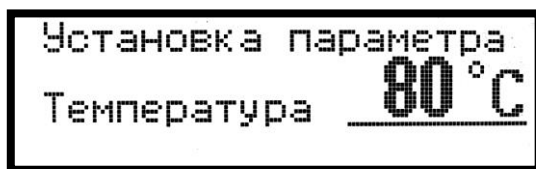

Рисунок 6 – Вид дисплея в состоянии задания температуры нагрева
2.4.2.2 Для установки температуры нагрева вращают энкодер по часовой стрелке до тех пор, пока не начнет мигать индикатор режима установки температуры . Нажатием на энкодер подтверждают свой выбор, после чего перестанет мигать и загорится постоянно индикатор режима установки температуры, а индикатор исходного состояния погаснет. На дисплее будет отображаться последнее установленное значение температуры нагрева (рис. 6).